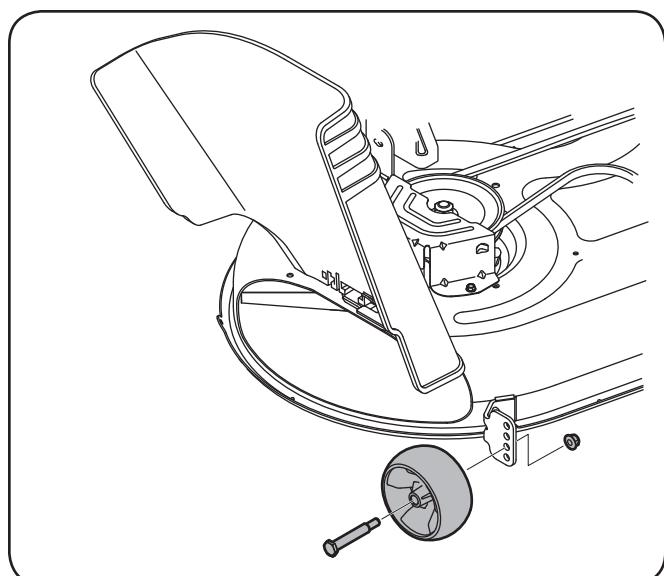

Figure 3-7
- b. Démontez les roues de guidage en enlevant les écrous de blocage et les vis à épaulement qui les retiennent sur le plateau de coupe. Voir la Figure 3-7.